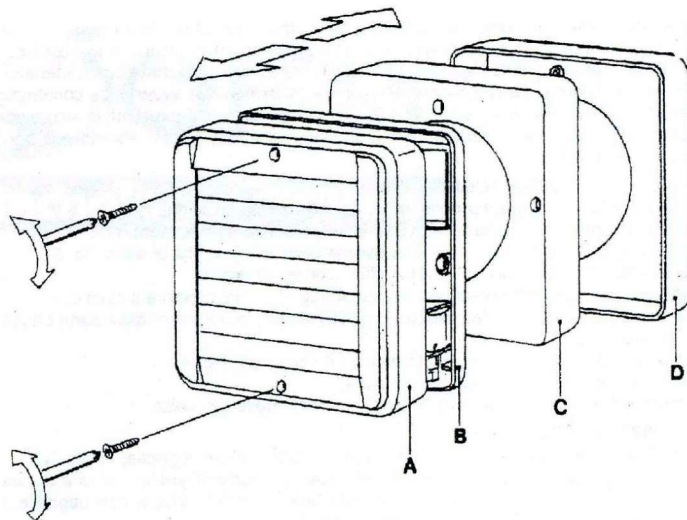

Fig. 1
- 1) Smontate l'apparecchio svitando le viti poste sulla serranda A (fig. 1).
- 1) Dismantle the fan into its four main components (Fig. 1).
- 1) Démonter l'appareil (Fig. 1).
- 1) Das Gerät zerlegen (Abb. 1).
- 1) Demonteer de ventilator in de vier basisonderdelen (fig. 1).
- 1) Skrueerne i fronten fjernes, således at ventilatorens 4 hoveddele kan afmonteres (fig. 1).